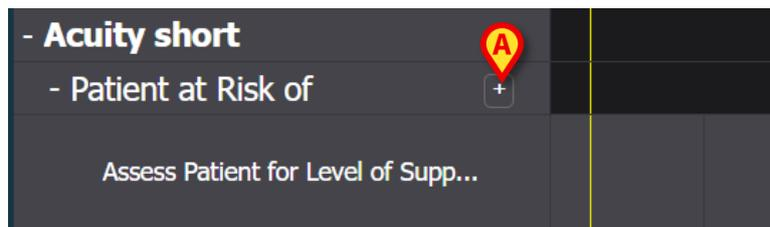

Fig 76
- 1) Haga clic en el icono  situado junto a un problema en la lista de actividades para visualizar las actividades PRN de ese problema específico (Fig 76 **A**).